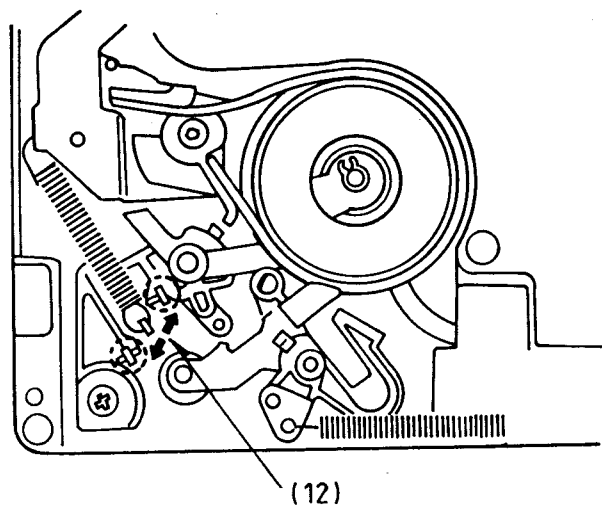

Fig. 18
- Weicht der abgelesene Bandzug vom Sollwert 0,2N ... 0,25N ab, den Bandzug durch Umhängen der Feder (12) auf den Sollwert einstellen (Fig. 18).
- If the measured value is different from the specified value of 0.2N ... 0.25N, relocate the spring (12) to obtain the specified value (Fig. 18).